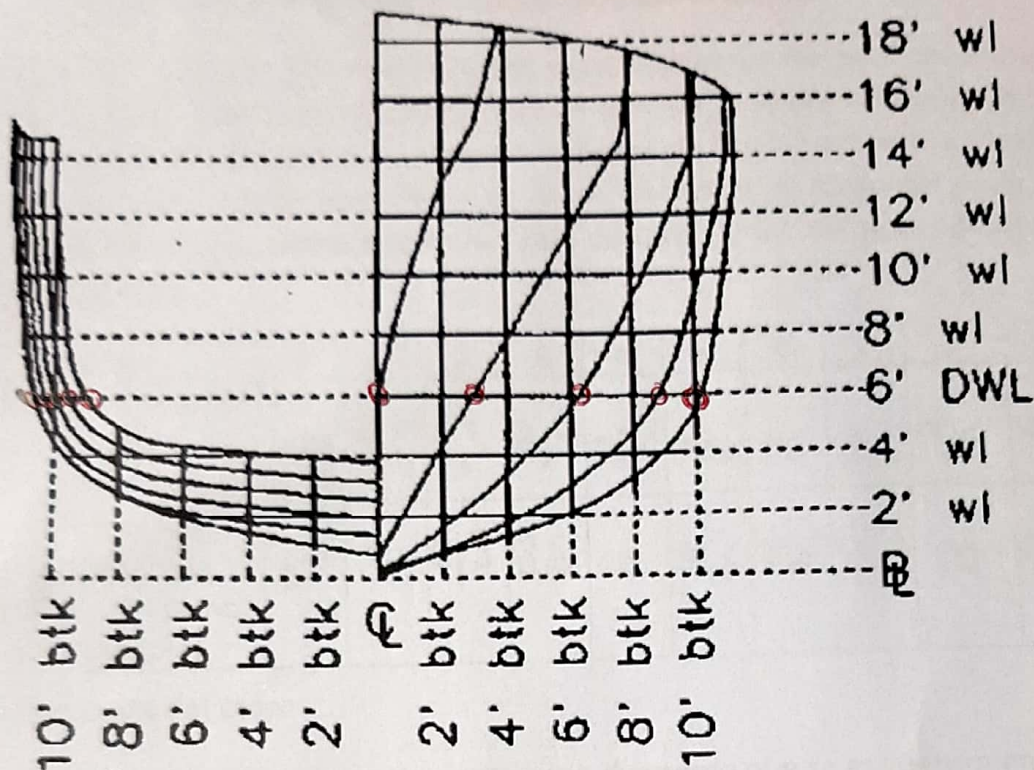

Figura 1 – Planos del Casco (Vista de frente o plano de cuerpo) del patrullero 3L
1. Registre el valor de las mangas medias para la línea de flotación de 6 pies (DWL) extrayendo los valores correspondientes de la Tabla 1. Luego verifique estos valores midiéndolos en el plano del casco en la Figura 1. Demuestre que entiende como encontrar estos puntos encerrándolos en un círculo en el plano del de la Figura 1. Registre los valores obtenidos de la Tabla de Datos y los del plano del casco en la siguiente tabla.